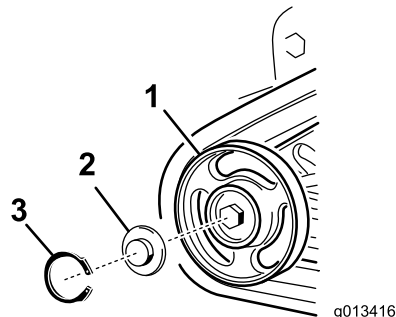

Figura 59
4. Retire la anilla a presión y el tapón de una de las ruedas de rodaje (Figura 59).
5. Compruebe la grasa que hay debajo del tapón y alrededor de la junta (Figura 59). Si está sucia, tiene arenilla o queda poca grasa, elimine toda la grasa, cambie la junta, y añada grasa nueva.
7. Coloque el tapón engrasado sobre la cabeza del perno (Figura 59).
8. Sujete el tapón de la rueda de rodaje con la anilla a presión (Figura 59).